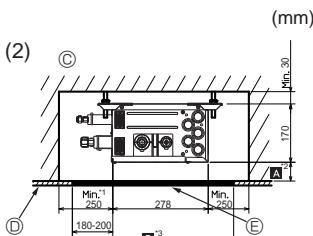
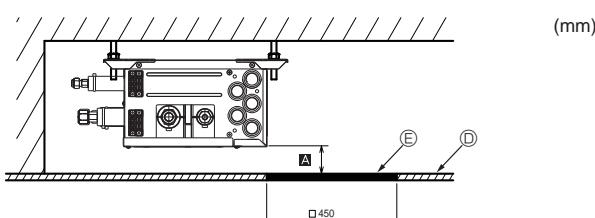

Fig. 4-7
Fig. 4-8
(2) Vista Lateral (Fig. 4-7, Fig. 4-8)
No caso de “□ 450”, prepare um orifício de manutenção num lado da PCB (como mostrado na Fig. 4-8), e “Mín. 300 mm” é necessário como distância Ⓒ.